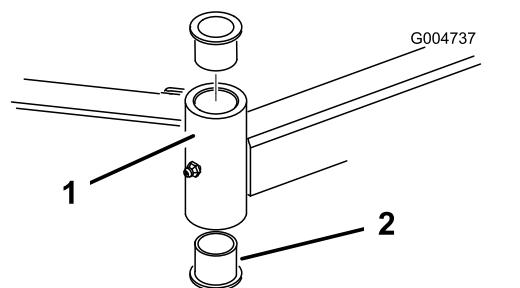

图 22
4. 将销冲头插入安装管的顶部或底部然后将轴套从管中推出 图 22。以同样的方式将另一个轴套推出安装管。清洁安装管内部的任何污垢。